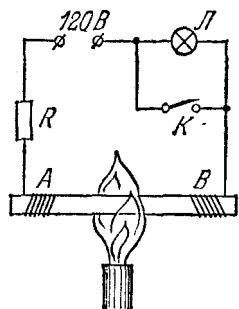

Рис. 231.
4. Стекло при обычных температурах является непроводником электричества. Однако если его нагреть до температуры в несколько сот градусов, то оно начинает заметно проводить электричество. Наглядной демонстрацией этого может служить опыт, схема которого приведена на рис. 231. В цепь городского тока через реостат  $R$  включена стеклянная палочка, на концы которой  $A$  и  $B$  намотана голая медная проволока. При комнатной температуре сопротивление стеклянной палочки составляет многие миллионы омов. Поэтому при замыкании рубильника через цепь потечет ничтожный ток (микроамперы или еще меньше), и никакого накала лампочки  $L$  не будет. Но если палочку  $AB$  нагреть на газовой горелке до температуры  $300\text{--}400^\circ\text{C}$ , то ее сопротивление упадет до нескольких десятков омов, и нить лампочки раскалится. Если после этого убрать горелку и одновременно замкнуть лампочку ключом  $K$ , то общее сопротивление цепи уменьшится, а ток возрастет. Стеклянная палочка будет нагреваться электрическим током и раскалится до яркого свечения, в результате чего ее сопротивление еще больше уменьшится, а ток возрастет. В конце концов палочка расплавится.